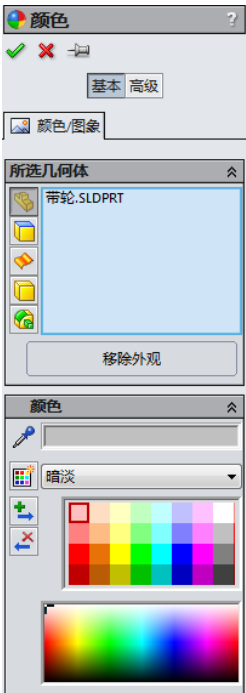
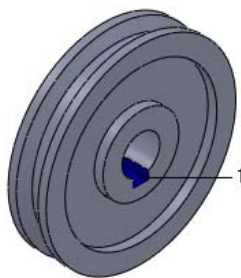

图 5-32 “颜色”属性管理器
图 5-34 设置颜色后的图形
**02** 设置“外观”属性管理器。系统弹出如图 5-32 所示的“颜色”属性管理器，在“颜色”一栏中选择需要的颜色，然后单击属性管理器中的“确定”按钮图标。此时整个零件以设置的颜色显示。
**03** 设置“外观”属性管理器。系统弹出如图 5-32 所示的“颜色”属性管理器，在“颜色”一栏中选择需要的颜色，然后单击属性管理器中的“确定”按钮图标，此时零件如图 5-34 所示。
**01** 选择修改面。右键单击如图 5-34 所示中的面 1，此时系统弹出如图 5-35 所示的快捷菜单。